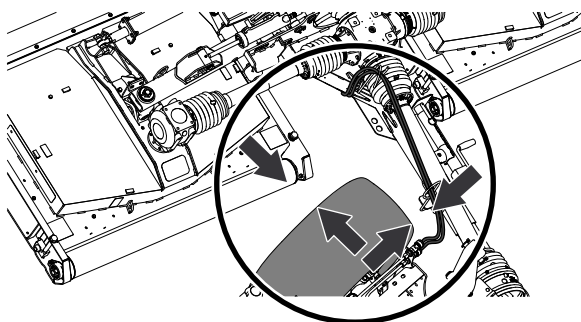

図 43
3. 牽引車両のタイヤとモアが接触しないことを確認しながら旋回してください 図 43。